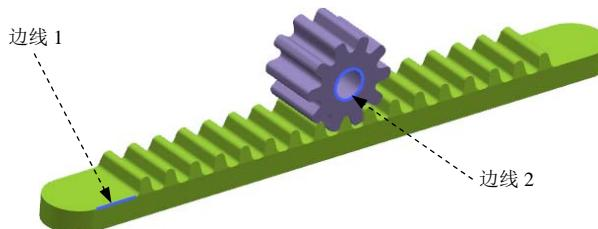

图5.2.2 定义运动副
Step7. 定义连杆1中的滑动副。选择下拉菜单**插入(S)** → **运动副(I)...**命令，系统弹出“运动副”对话框；在“运动副”对话框**定义**选项卡的**类型**下拉列表中选择**滑动副**选项；在模型中选取图5.2.2所示的边线1为参考，系统自动选择连杆、原点及矢量方向；单击**确定**按钮，完成滑动副的定义。
(1) 选择下拉菜单**插入(S)** → **运动副(I)...**命令，系统弹出“运动副”对话框；在“运动副”对话框**定义**选项卡的**类型**下拉列表中选择**旋转副**选项；在模型中选取图5.2.2所示的边线2为参考，系统自动选择连杆、原点及矢量方向。
(2) 单击“运动副”对话框中的**驱动**选项卡；在**驱动**区域的**旋转**下拉列表中选择**恒定**选项；在**初速度**文本框中输入值10。
(3) 单击**确定**按钮，完成旋转副的定义。